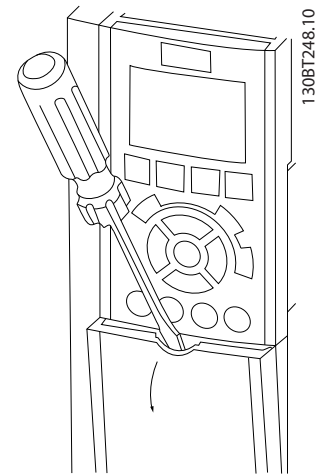

Рисунок 2.9 Доступ к подключению элементов управления в корпусах А2, А3, В3, В4, С3 и С4
- Снимите крышку с помощью отвертки. См. Рисунок 2.9.